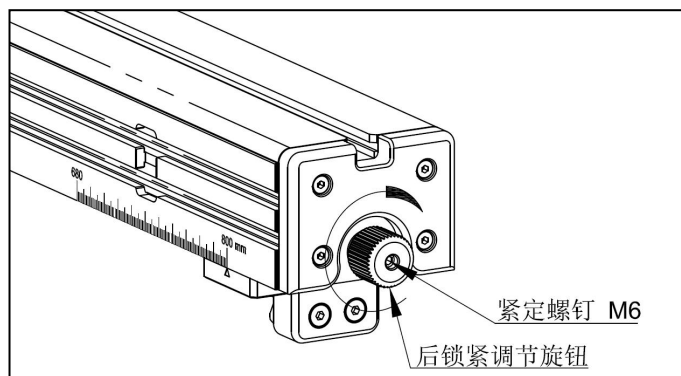

图 6-24
- (7) 调节后端锁紧力：拉起前端锁紧把手。如图 6-24，先完全松开 M6 紧定螺钉，逆时针旋松“后锁紧调节旋钮”，再顺时针旋转“后锁紧调节旋钮”，直至遇见明显阻力时停止。再反向旋转约 45°，重新锁紧 M6 紧定螺钉。